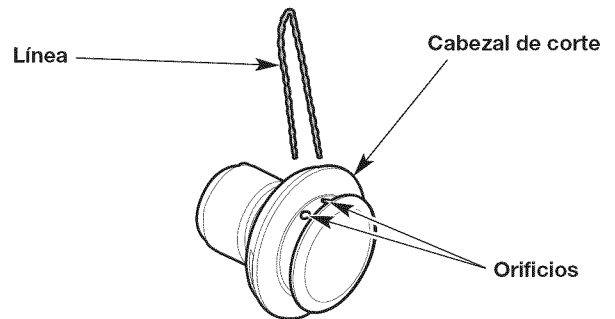
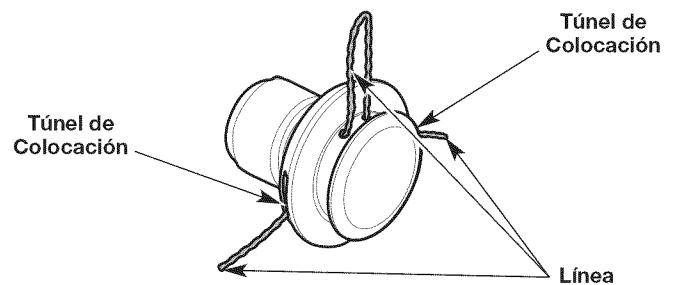

Fig. 15
Fig. 16
3. Inserte los extremos del nuevo hilo de recorte dentro de los orificios del cabezal de corte (Fig. 15). Empuje el hilo a través de los orificios hasta que ambos extremos sobresalgan de los conductos de posicionamiento (Fig. 16).